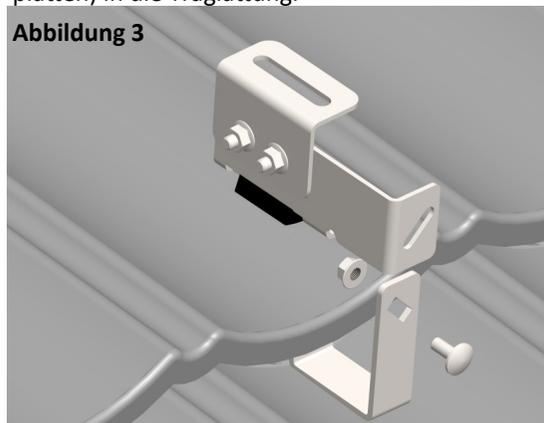

Abbildung 3
- Das Oberteil des Solarhalters auf die Dachplatte setzen, (das Auflagegummi muss auf Höhe der Traglattung liegen). Verschraubung fest anziehen. (Abbildung 3+4)